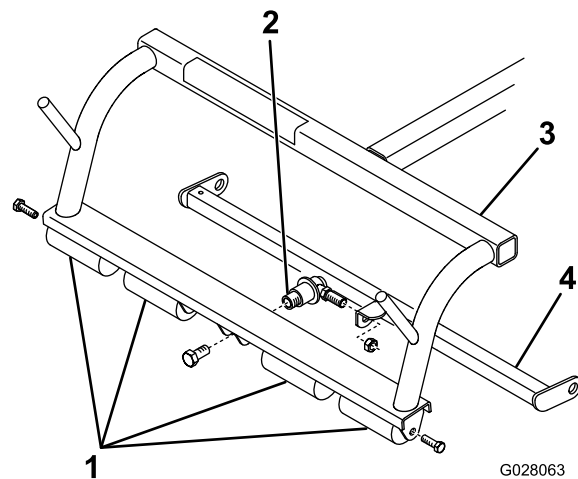

図 3
注 キャリアフレームにシングルポイント式プルフレームが取り付けられている場合には、そのプルフレームとボールジョイントを取り外してください 図 3。
- A. 各芝削り防止ローラのシャフトの外側端部をキャリアフレームに固定しているねじを外すシャフトの外側の端のみ 図 3 を参照。